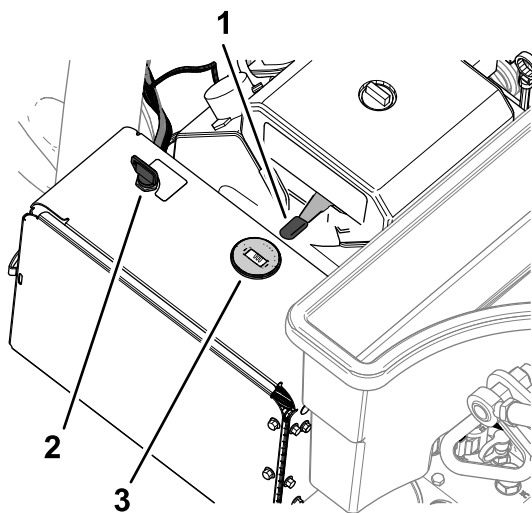

Figura 71
2. Mutai maneta de acceleraie (Figura 71) în poziia LENT.